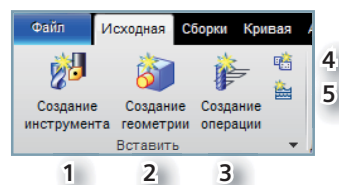
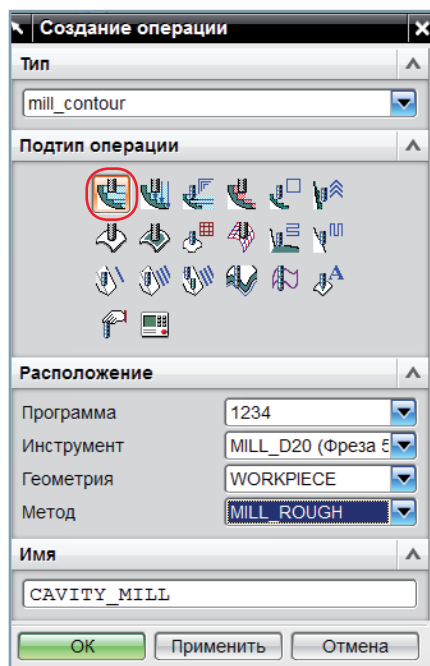

Рис. 1.27. Панель создания новых объектов обработки
Рис. 1.31. Диалоговое окно создания Операции обработки
Однако до сих пор использовались объекты, созданные при инициализации. Теперь необходимо создать новый объект. Команды создания новых объектов расположены в начале ленточной панели, если в меню установлен режим Исходная (рис. 1.27).
- Выполните команду создания операции (3 на рис. 1.27). Появится диалоговое окно (рис. 1.31).